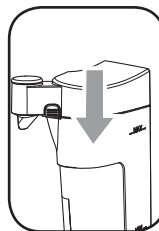

Abb. 3
- 3- Setzen Sie den Deckel wieder auf die Karaffe und überprüfen Sie, dass er fest sitzt (Abb.3).